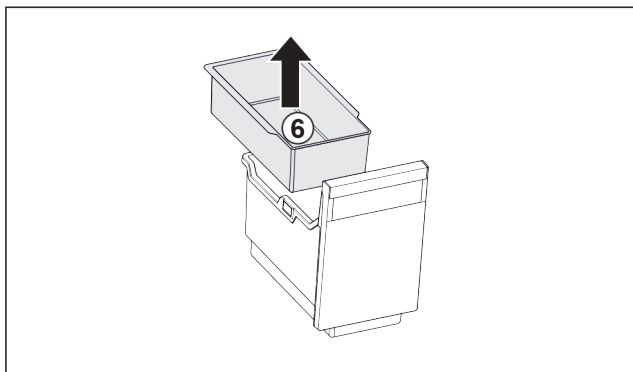

Fig. 100
- ▶ Tag holderen i døren Fig. 100 (6) ud.